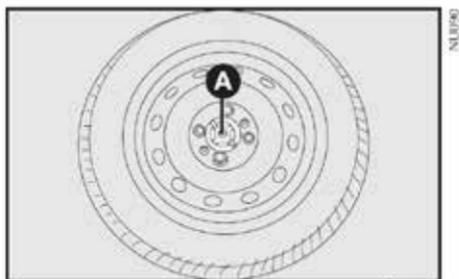

fig. 3
- Afloje el dispositivo de bloqueo A-fig. 3, saque la rueda de refacción y el portaherramientas colocándolos junto a la rueda que debe cambiar.